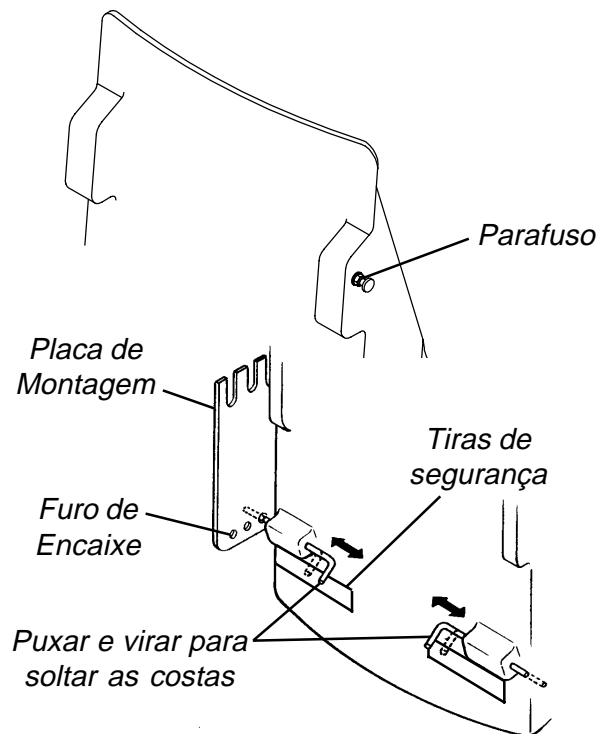

FIGURA 5 - INSTALAÇÃO DAS COSTAS
- Instalar as Costas. Ver FIGURA 5.
- Instalar as Costas. Ver FIGURA 5
6. Instalar as Costas. Ver FIGURA 5.
## INSTALAÇÃO DAS COSTAS PERSONAL BACK E PERSONAL BACK PLUS (FIGURA 5)